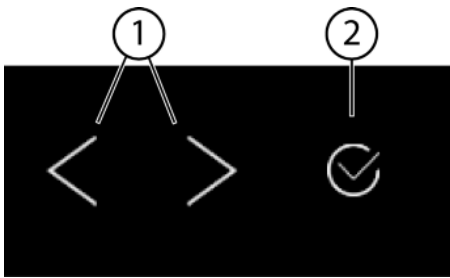
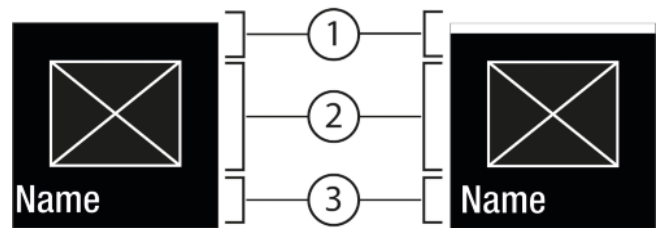
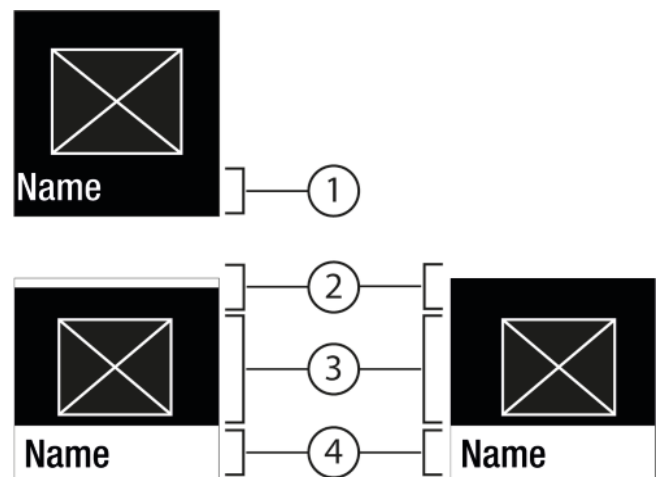

Fig. 5
Fig. 6
Fig. 7
(1) Навігаційна стрілка ліворуч/праворуч
(2) Підтвердити
**Навігаційна стрілка ліворуч/праворуч:** Fig. 5 (1):
**Підтвердження** Fig. 5 (2):
- Переходити навігаційною стрілкою ліворуч/праворуч Fig. 5 (1).
- Через Підтвердити Fig. 5 (2) функцію / налаштування активувати Fig. 6 (1) / деактивувати Fig. 6 (1).
- Натиснувши Підтвердити Fig. 5 (2) викликати підменю Fig. 7 (4).
- Налаштувати нове значення: Натиснувши Підтвердити Fig. 5 (2) вибрати деактивоване значення Fig. 6 (1).
- Назад в меню: Натиснувши Підтвердити Fig. 5 (2) вибрати вже активоване значення Fig. 6 (2).
- ▶ Натискайте навігаційні стрілки Fig. 5 (1) до появи функції.
- ▶ Натисніть Підтвердити Fig. 5 (2).
- ▶ Навігаційною стрілкою Fig. 5 (1) вибрати значення налаштування.
- ▷ Статус: активовано Fig. 6 (1) з'являється скоро в підменю Fig. 7 (4).
- ▶ Натискайте навігаційні стрілки Fig. 5 (1) до появи налаштувань .
- ▶ Натискайте навігаційні стрілки Fig. 5 (1) до появи потрібного налаштування.
- ▶ Підтвердити Fig. 5 (2) утримувати натиснутим протягом 3 секунд.